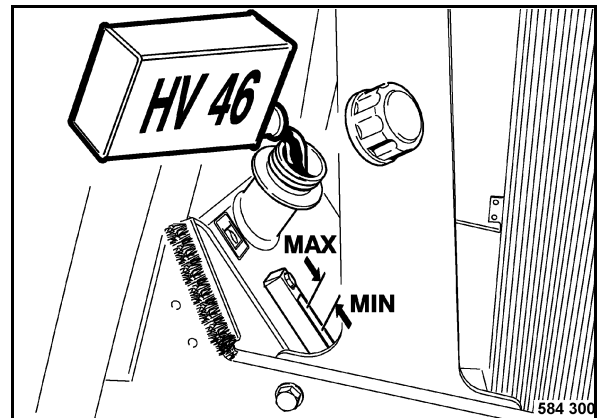

Fig. 176
- Retirar la tapa de llenado (Fig. 176).